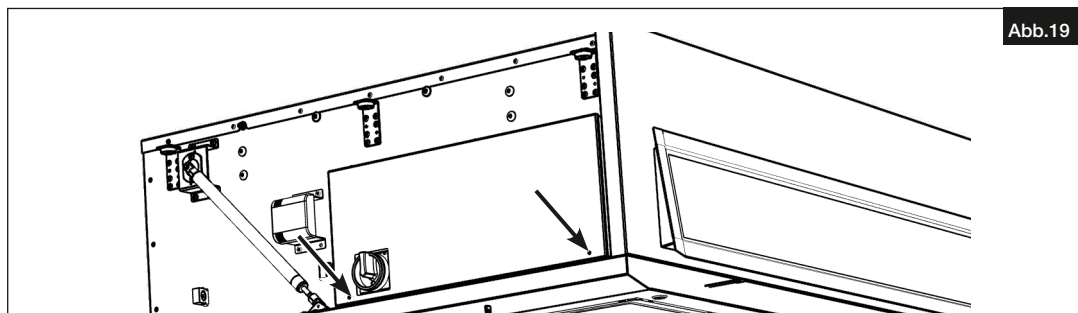

Abb.19
2. Die Schrauben der Abdeckung lösen (s. Abb.19).